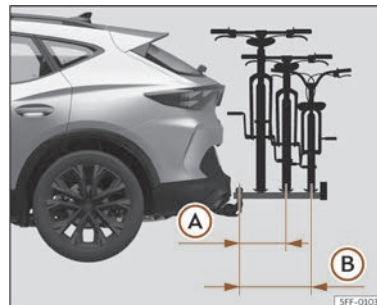

Abb. 201 Schematische Darstellung des maximalen Überstands der Ladung in einem Fahrradträger für zwei oder drei Fahrräder.
Der maximale Überstand darf bei Fahrradträgern für zwei Fahrräder 500 mm von der Mitte des Kugelkopfes bis zur Mitte der Schiene des letzten Trägers nicht überschreiten >>> (Abb. 201) (A). Bei Fahrradträgern für drei Fahrräder dürfen 700 mm >>> (Abb. 201) nicht überschritten werden (B).